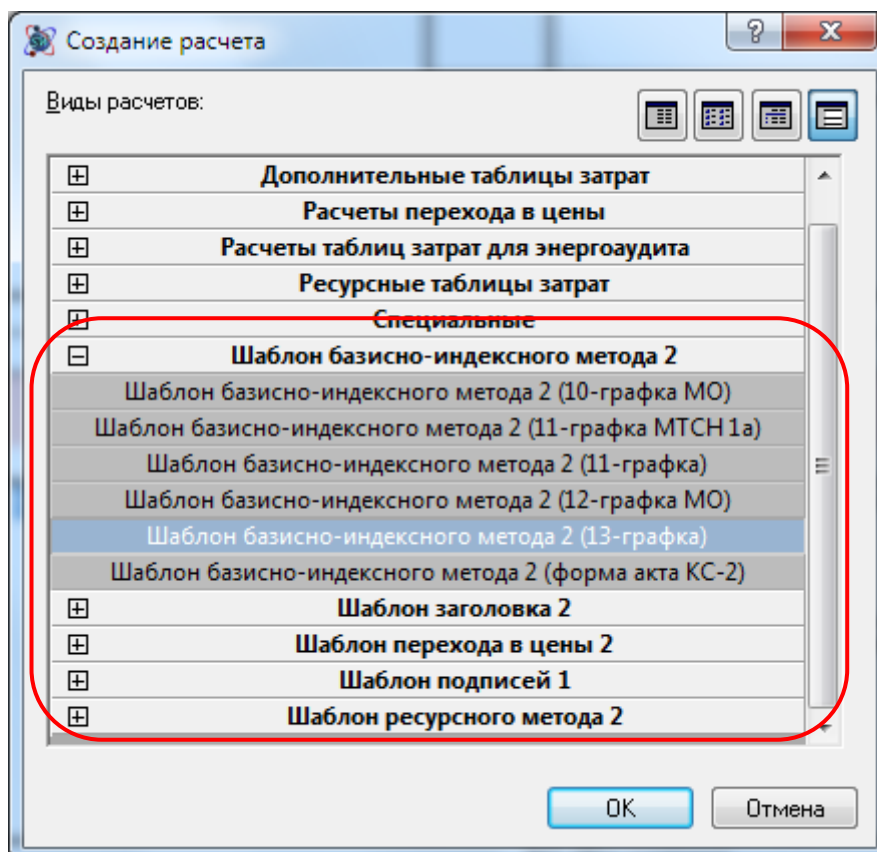

Рис. 6.52 Шаблон перехода в цены
2. В диалоговом окне *Создание расчета* выбрать расчет из группы Шаблон перехода в цены (рис. 6.52) и нажать на кнопку ОК.